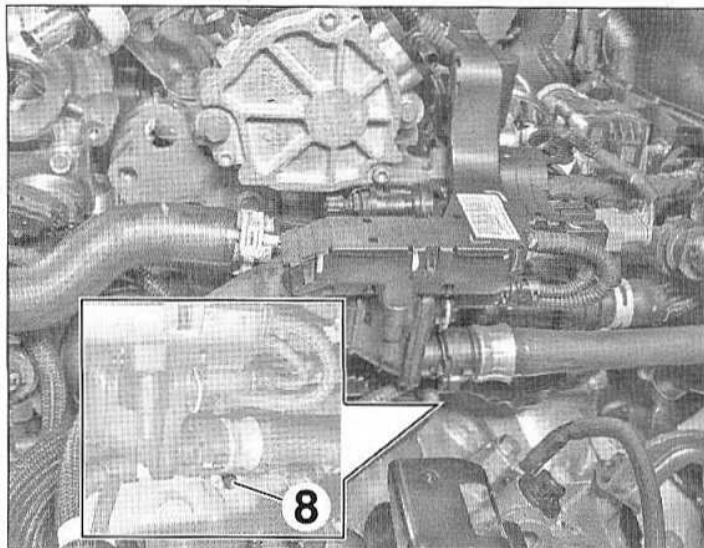

FIG.36
- Déposer la vis (8) (Fig.36).